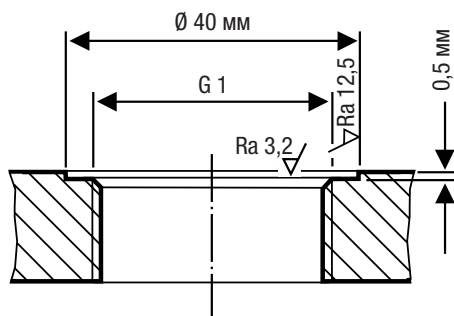

Рис. 12
- Обеспечьте качественную техническую подготовку уплотнительных поверхностей соответствующего резьбового патрубка резервуара или крышки фланца, см. Рис. 12.
Уплотнительные поверхности должны быть качественно технически обработаны согласно Рис. 12.